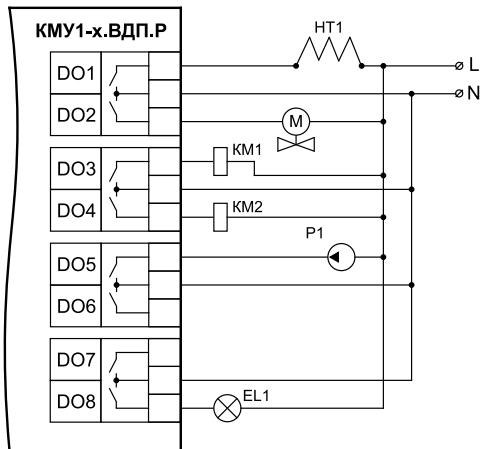

Рисунок 7.3 – Схема подключения дискретных выходов
- внешние кнопки управления к дискретным входам DI2–DI8 и светосигнальный сигнализатор окончания работы режима к дискретному выходу DO8 соответственно (см. *рисунок 7.3* и приложение *Внешние кнопки управления*). Внешние кнопки управления обеспечивают гигиеническую чистоту прибора и исполнительных механизмов.